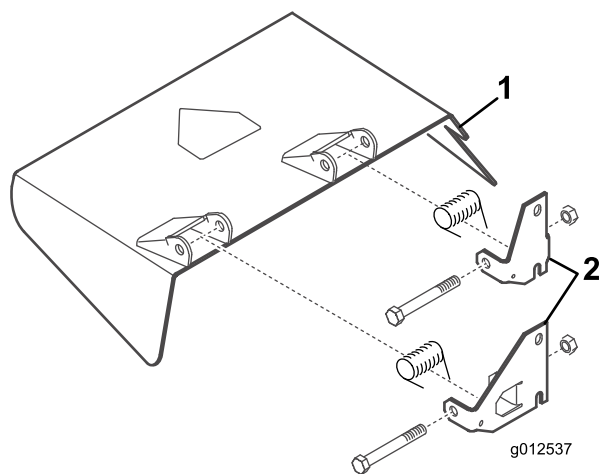

図8
4. 先ほど取り外したボルト、ロックナット、スプリングを使用して、新しいピボットブラケットをデフレクタマウントに取り付ける 図8。ブラケットはピボット動作できなければならないので、ナットを締め付け過ぎないようにすること。側方排出で使用する時のためにこのアセンブリを保管する。